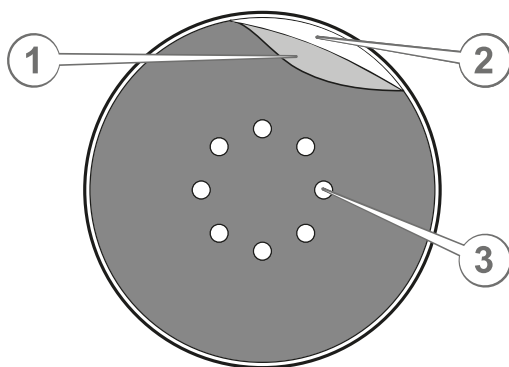

Рисунок 2. Схема встановлення абразивного круга.
1. Вибрати абразивний круг (1, рис. 2) на текстильній або паперовій основі, діаметром 125 мм із потрібним розміром зерна абразиву. Встановити абразив на шліфувальну платформу (2, рис. 2) так, щоб збігалися отвори (3, рис. 2) пиловідведення та центри поверхонь. Легко притиснути аркуш до платформи для остаточного з'єднання петлево-гачкового замка (липучка).